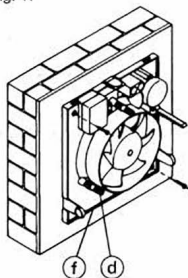

fig. 18
- Fig. 18.- En fonction de la situation des câbles électriques, percer soit le passe-câbles (i) situé sur le dessus de la platine (f) soit le passe-câbles (q) situé sur le fond